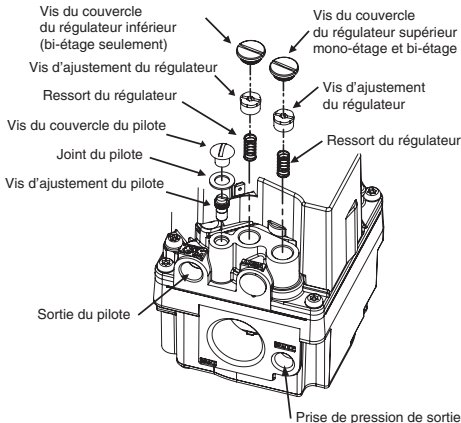

Figure 9. Réglage de la pression
2. Enlevez le bouchon et installez un raccord à barbelure et un manomètre sur la prise sous pression à la sortie du robinet. Voir fig. 9.
4. (2 étages seulement) Enlevez la vis du couvercle du régulateur de la tour d'ajustement du régulateur de pression de sortie inférieure (fig. 9) et tournez la vis dans le sens des aiguilles d'une montre (↻) pour augmenter la pression, ou dans le sens inverse (↺) pour réduire la pression. Ajustez toujours le régulateur conformément aux spécifications du fabricant d'origine qui figurent sur la plaque signalétique de l'appareil. Remettez la vis du couvercle du régulateur.
6. Enlevez la vis du couvercle du régulateur de la tour d'ajustement du régulateur de pression de sortie supérieure (fig. 9) et tournez la vis dans le sens des aiguilles d'une montre (↻) pour augmenter la pression, ou dans le sens inverse (↺) pour réduire la pression. Ajustez toujours le régulateur conformément aux spécifications du fabricant d'origine qui figurent sur la plaque signalétique de l'appareil. Remettez la vis du couvercle du régulateur.
Pour ajuster la pression de gaz du pilote, enlevez la vis du couvercle (voir la fig. 9). **Pour réduire la pression du pilote**, tournez la vis d'ajustement du pilote (sous la vis du couvercle) dans le sens des aiguilles d'une montre (↻). **Pour accroître la pression du pilote**, tournez la vis d'ajustement dans le sens contraire aux aiguilles d'une montre (↺). Remplacez et serrez la vis du couvercle.